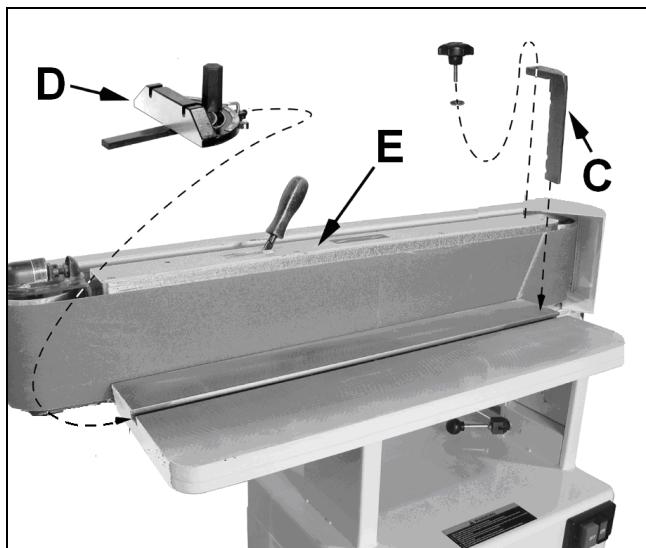

Рис. 8
Установите шлифовальный узел (E, рисунок 8) в вертикальное положение. Обязательно установите задний упор (C).